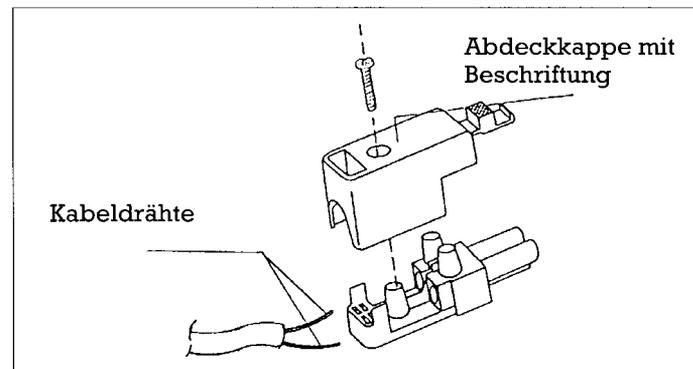

Abb. 4 Beispiel Steckerteil mit losgeschraubter Abdeckkappe
- Das aufgesteckte Stecker- oder Buchsenteil abnehmen und die Abdeckkappe losschrauben (Abb. 4).